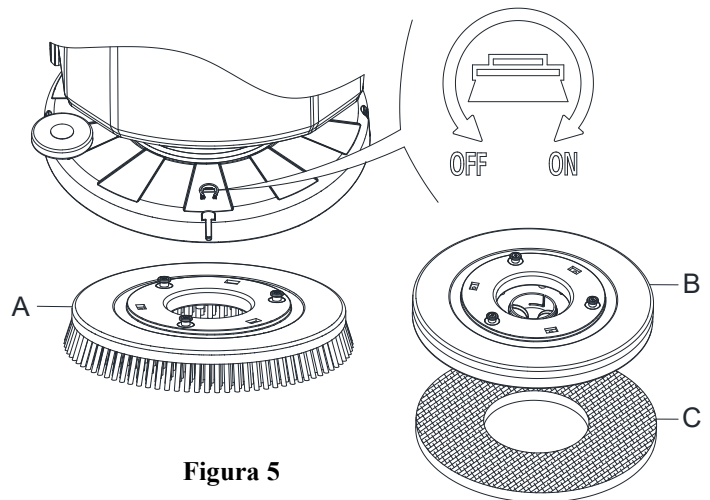

Figura 5
Instale el cepillo (A, Figura 5) o el portapad (B y C, Figura 5) según el tipo de suelo a limpiar.
3. Coloque los cepillos (A, Figura 5) o el porta-pad (B, Figura 5) debajo del cabezal (12, Figura 1).
7. Si el paso anterior n.6 es difícil de realizar, utilice el método manual girando el cepillo/porta-pad en la dirección opuesta a la dirección de giro normal, para poder quitarlo. (como se indica en la Figura 5)